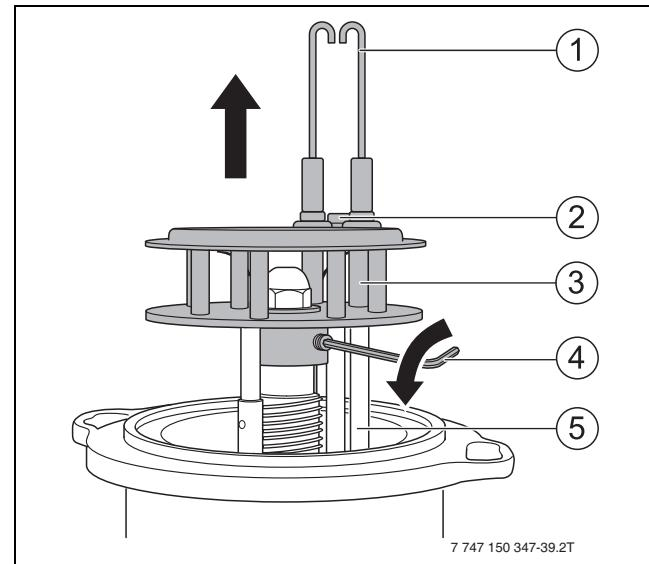

Bild 36 Mischsystem ausbauen
- ▶ Schraube (Bild 36, [2], Seite 24) zwischen den Zündelektroden lösen.
- ▶ Zündelektrode (Bild 36, [1], Seite 24) ausbauen.
- Mischsystem mit Gewindestift (→Bild 36[4], Seite 24) sichern.